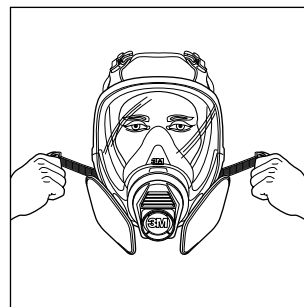

Рис. 3
- 6.2. Подтяните все ремни за концы, чтобы отрегулировать плотность прилегания маски. Начинать эту процедуру рекомендуется с шейных ремней, затем регулируют ремни оголовья. Не рекомендуется чрезмерно затягивать головные ремни. (Рис. 3)